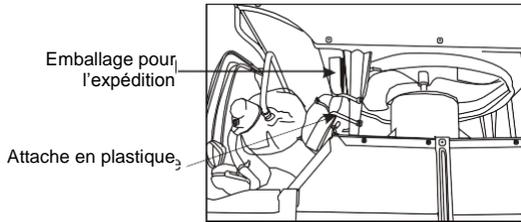

Fig. 7
10. Votre unité peut être livrée avec un emballage interne. Cet emballage doit être retiré avant l'installation du climatiseur dans le caisson. (Consultez la figure 7).